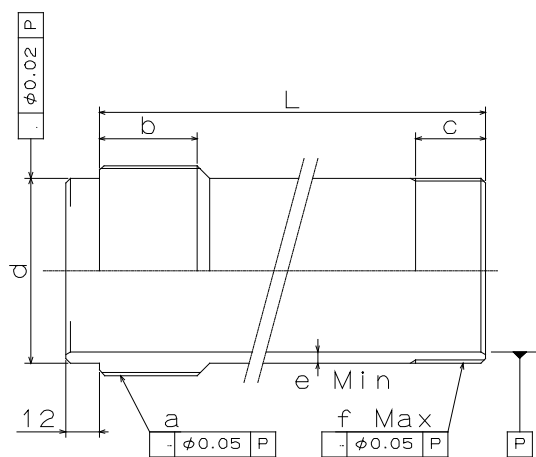

Figure 14
La dimension L de la figure 14 est déterminée par la distance A entre la plaque d'adaptation du pot de serrage et de la contreplaque.
- Respecter les dimensions e et f de la figure 14 pour le tube tirant de broche, et utiliser un matériau d'une résistance à la traction de 380 MPa (38 kgf/mm2) ou plus.